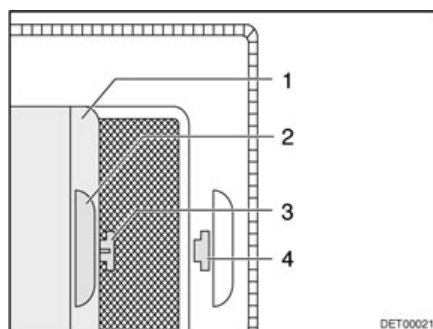

Fig. 64 Store occultant
- Tirer le store occultant (Fig. 64,1) par la poignée (Fig. 64,2) et accrocher le crochet (Fig. 64,3) dans l'ouverture (Fig. 64,4).
- Tirer le crochet (Fig. 64,3) de l'ouverture (Fig. 64,4) et laisser revenir le store occultant.